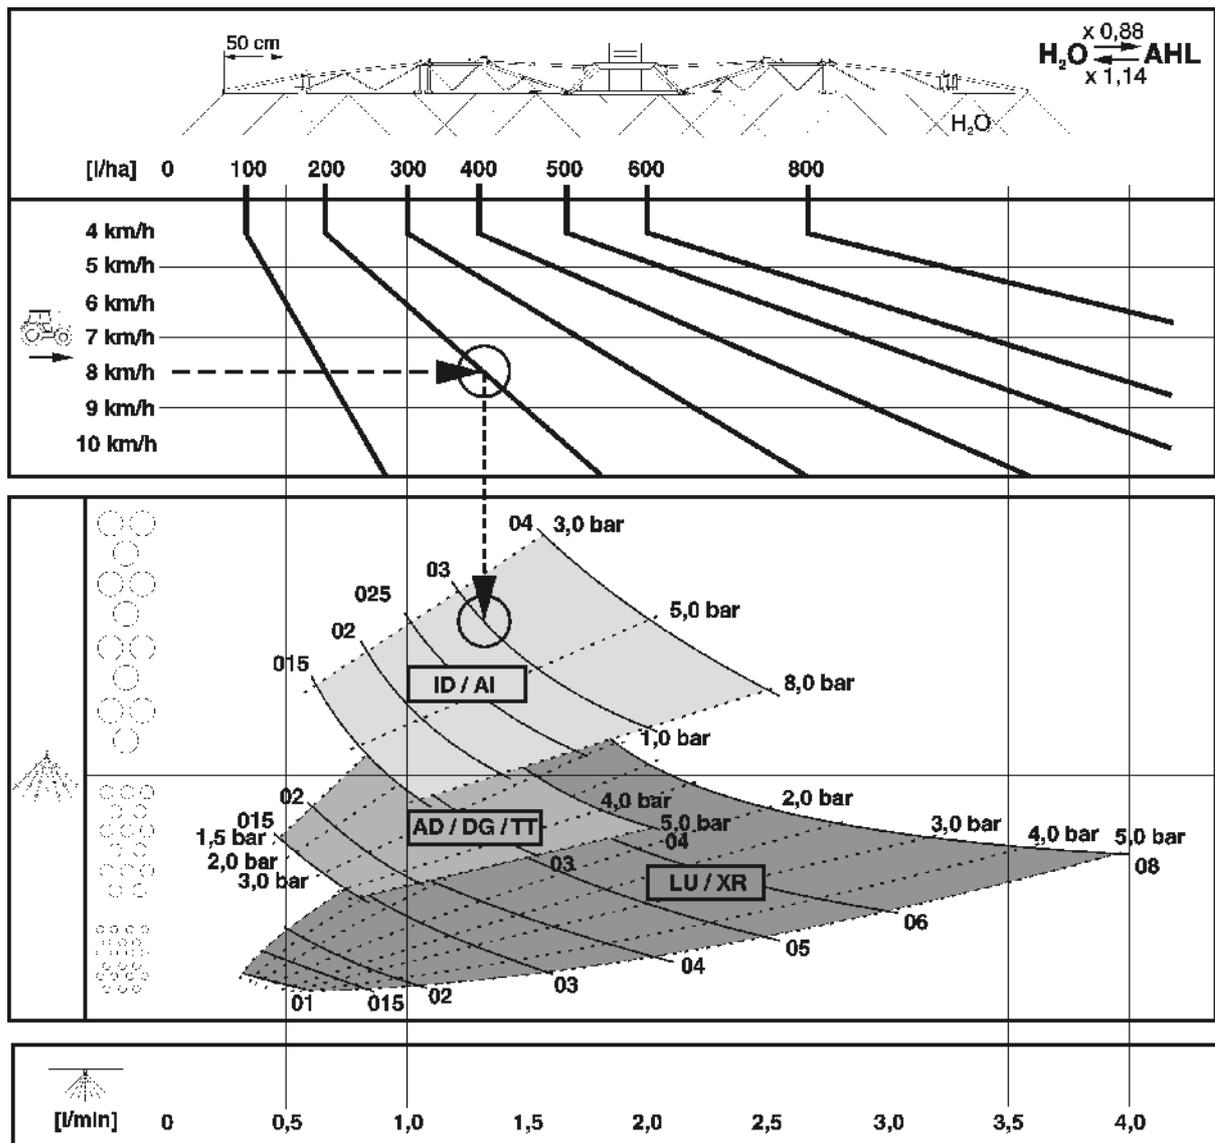

Fig. 134
- Seleccionar para la Fig. 134 tipo, tamaño y rango de presiones óptimos de tobera. El tipo de tobera queda definido por